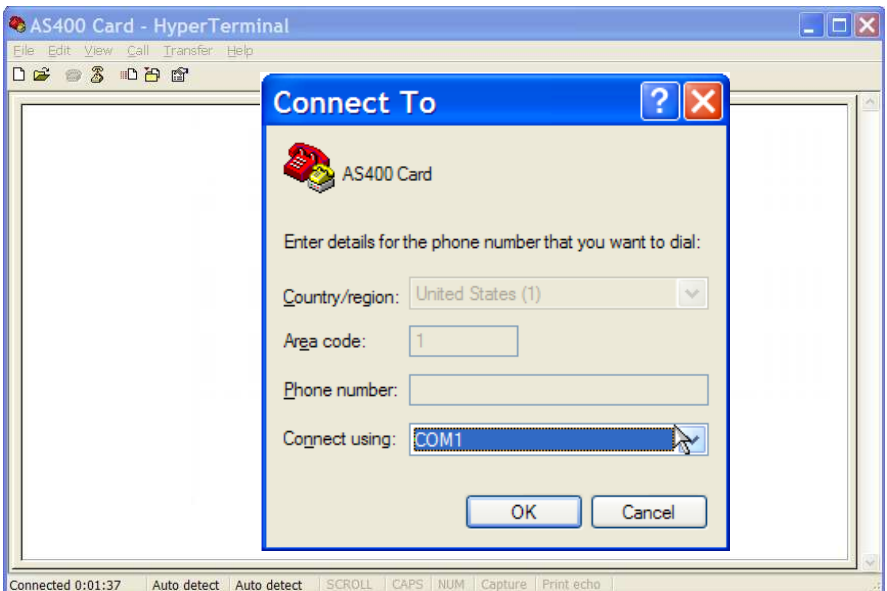
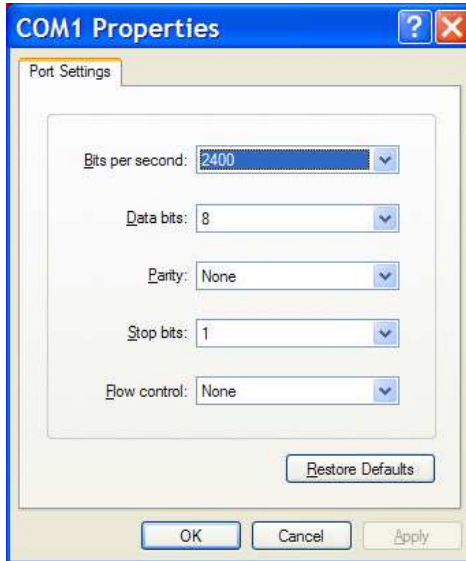

Abb. 6-3 Auswahl der seriellen Schnittstelle des PCs, hierCOM1.
Abb. 6-4 Auswahl der Schnittstellenparameter für COM1.
- Die serielle Schnittstelle und deren Parameter müssen gemäß Abb. 6-3 und Abb. 6-4 ausgewählt werden.